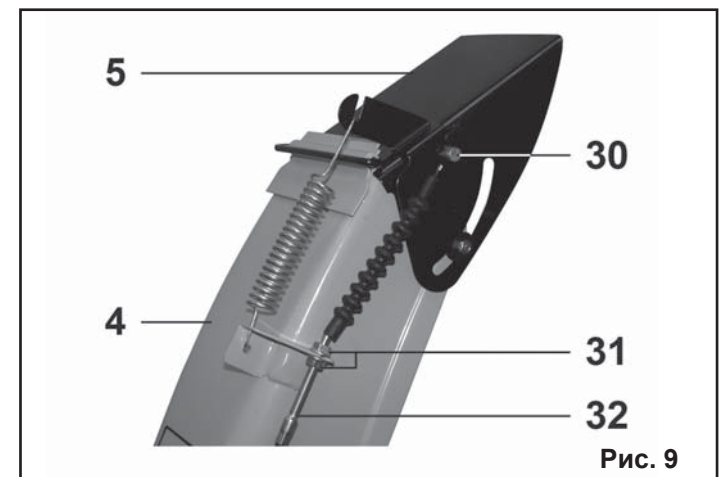

Рис. 9
6.6. Установка тросика привода дефлектора желоба (Рис.9).